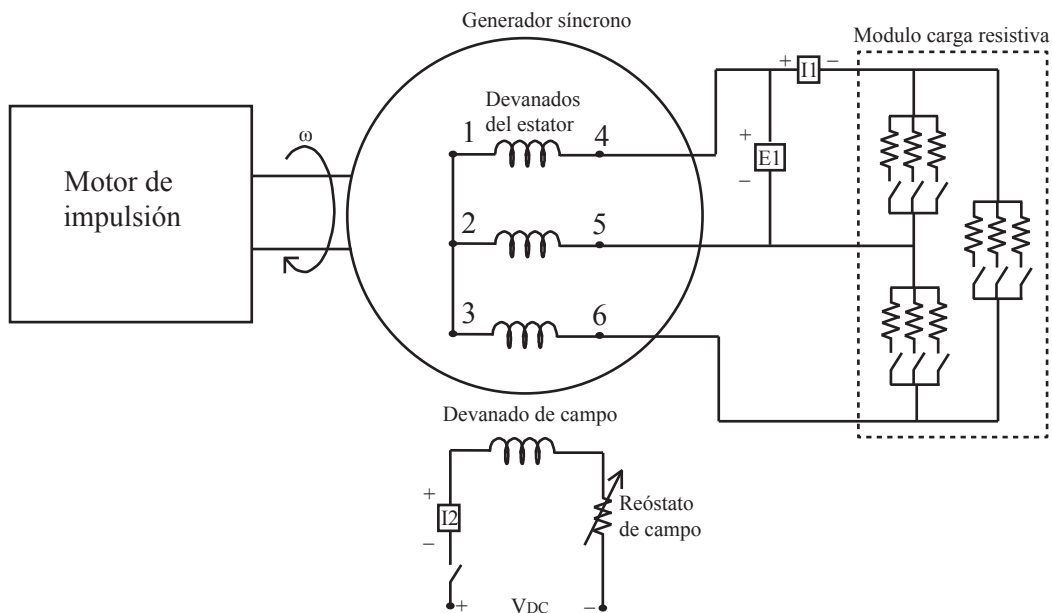

Figura 13: Conexión del motor de impulsión y el generador síncrono
1. Realice el montaje del circuito de la figura 13 usando el módulo LabVolt.